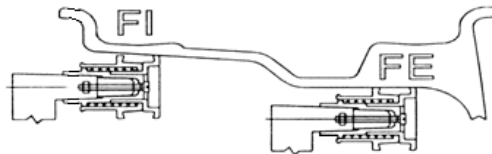
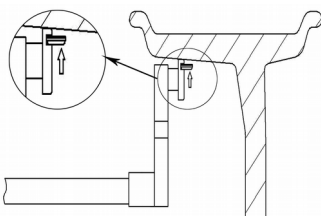

Bild 7-7
Bild 10-11
Bild 7-7 eller 7-8: Vänd på mätarmsarmen, dra mätarmsarmens huvud innanför fälgen (läge FI, stället där fälgvikten för fälgens insida fästs). Mät avståndet (a) och diametern (d) (Bild 7-9). Efter detta dra mätarmsarmens huvud till fälgens ytterkant (till läge FE), stället på vilket limvikten fästs. Mät avståndet (aE) och diametern (dE) för fälgens ytterkant (Bild 7-10). Gå till ALU-S -balanseringen.
- 10.3.8 Vid ALU-S-funktionen enligt bild 7-7, tryck på STOP-knappen, varvid den mittersta displayen visar - - - . Fäst en limvikt av lämplig storlek på mätarmsarmens ände. Roterat hjulet långsamt tills alla indikatorljus för insidans obalansläge tänds (Bild 5-1(8)). Dra i mätarmsarmen tills alla indikatorljus för insidans limviktsposition tänds (Bild 5-1(2)). Vänd på mätarmsarmen och fäst limvikten som på Bild 10-11.